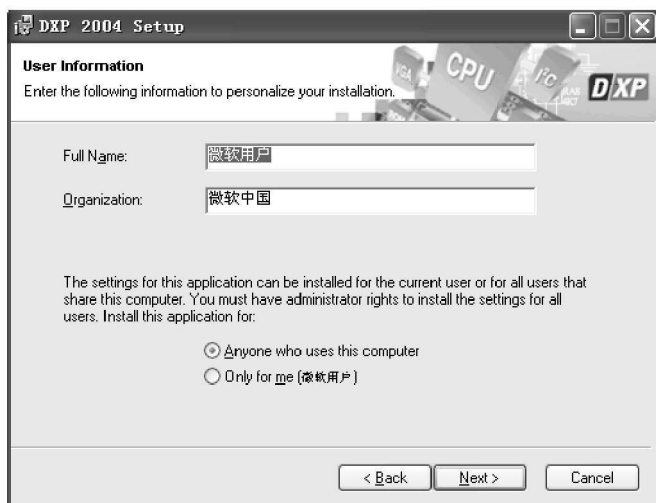

图 1-5 用户信息窗口
(3) 点击“Next”按钮，弹出如图 1-5 所示的输入用户信息窗口，在“Full Name”栏中输入用户名，在“Organization”栏中输入组织机构名称。如果要安装网络版，选择“Anyone who uses this computer”选项；如果要安装单机版，选择“Only for me”选项。